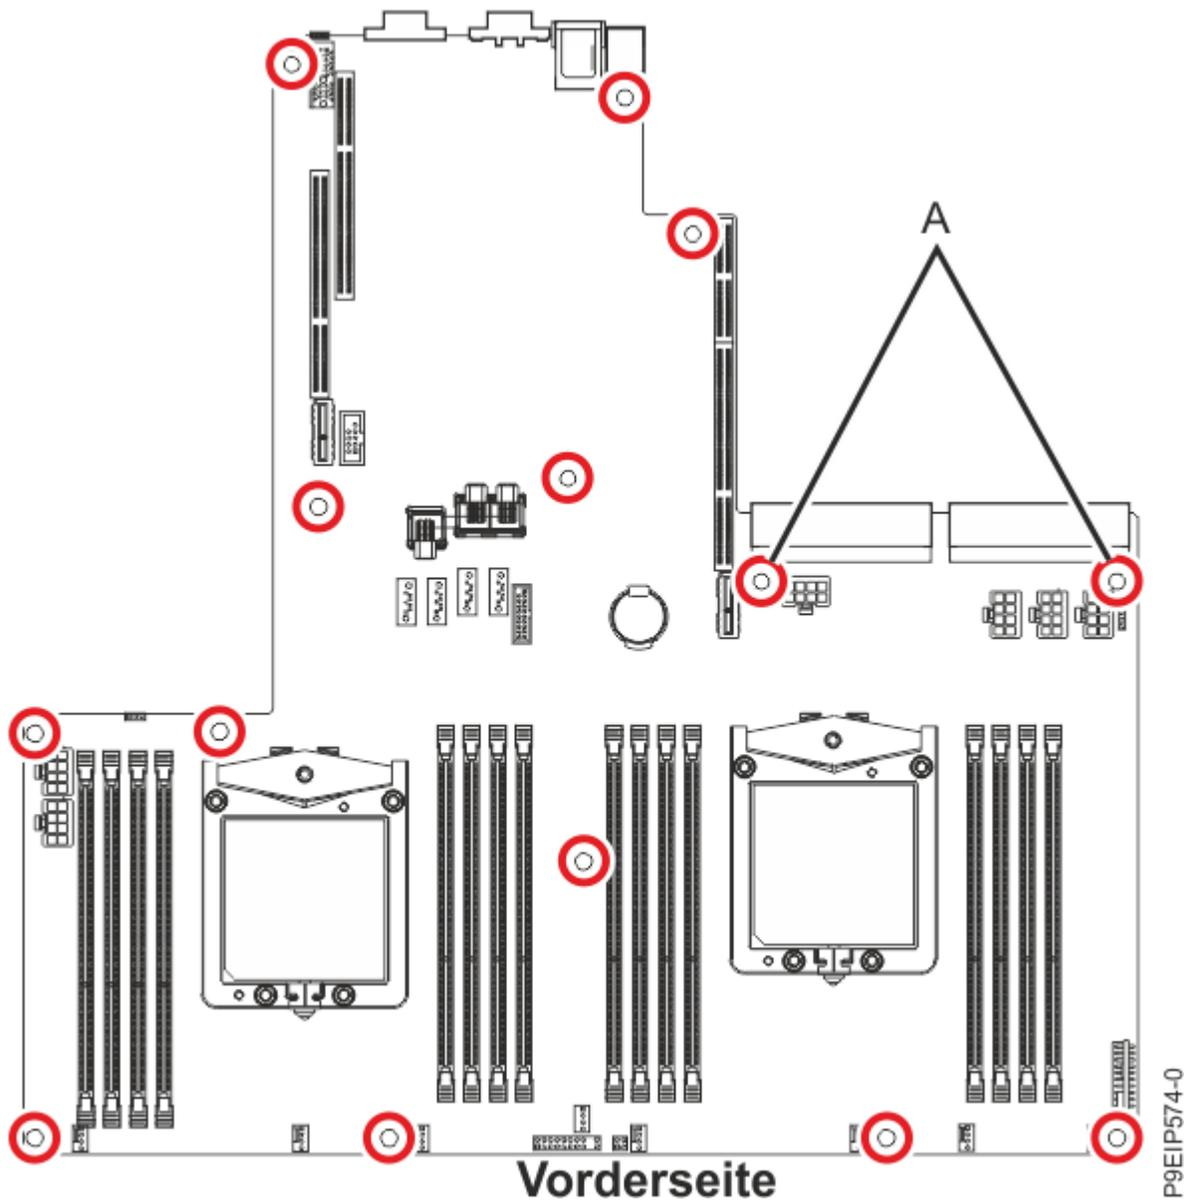

Abbildung 43. Schraubenpositionen
14. Richten Sie die 14 Schrauben an der Systemrückwandplatine aus und ziehen Sie sie fest. Die Schraubenpositionen werden in Abbildung 43 auf Seite 49 dargestellt.